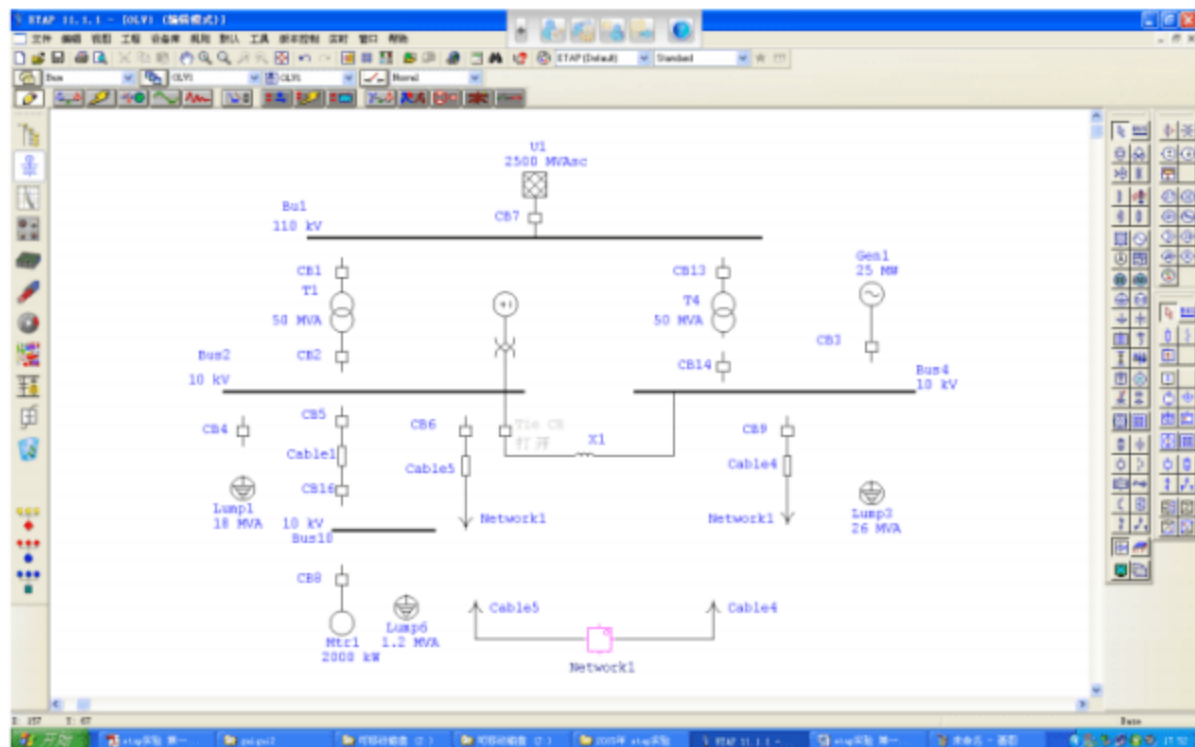

图 1-5 在单线图上添加电力系统元件
- 1、鼠标左键单击元件栏中的交流元件，拖曳到图纸 OLV1(编辑模式)上，如图 1-5 所示。这些元件分别是：等效电网、母线、发动机、变压器、传输线、电缆、等效负荷、电动机、电抗器、断路器等。